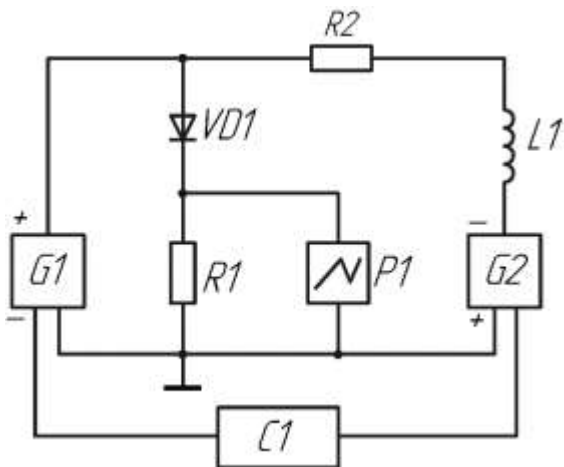

Рис. 3
Схема измерения времени обратного восстановления диода в фиксированном маломощном режиме (рис. 3) соответствует ГОСТ 24461. Здесь VD1 –
Схема рис. 3 реализуется функциональным модулем **Addblock** с использованием модуля **Controller**.
IFP – задание импульса прямого тока при испытании БВД в фиксированном маломощном режиме (рис. 3);
Модуль **Addblock** полностью реализует алгоритм испытания БВД по схеме рис. 3, формируя согласованный со входом АЦП измерительный сигнал и сигнал внешней для АЦП синхронизации.
На передней панели нижнего субблока расположены коаксиальные разъёмы «CH2», «SYNC2» для подключения АЦП при измерении времени обратного восстановления диода в фиксированном маломощном режиме (рис. 3), разъём «С-А» для подключения диода, вольтметр для контроля испытательного
3.3. Параметры режима измерения времени обратного восстановления БВД в фиксированном маломощном режиме по схеме рис. 3: